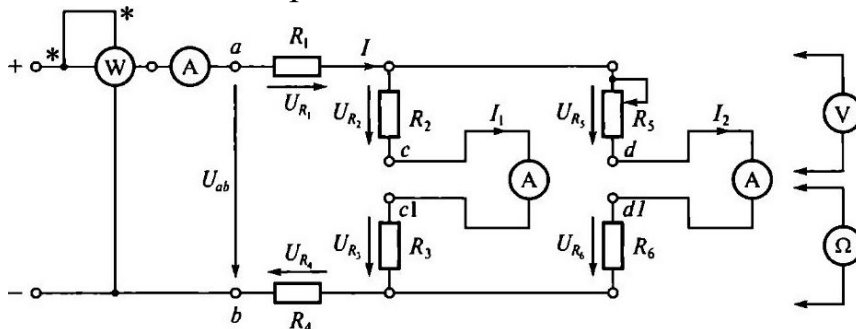

Рис. 3.1. Схема ЭЦ для проверки 1-го правила Кирхгофа
3.2. Записать в протоколе испытаний применительно к ЭЦ, показанной на рис. 3.1, выражения для закона Ома, 1-го и 2-го правил Кирхгофа, баланса мощностей.
3.5. Собрать ЭЦ в соответствии с рис. 3.1, установив вместо перемычек с-с1 и d-d1 миллиамперметры постоянного тока. После проверки схемы преподавателем подать в ЭЦ постоянное напряжение, установив его значение в пределах 10...20 В. Значение U_{ab} занести в табл. 3.1.
5.2. Записать в протоколе испытаний применительно к ЭЦ, показанной на рис. 3.1, выражения ш-ш закона Ома, 1-го и 2-го правил Кирхгофа, баланса мощностей.
5.3. В табл. 3.4 даны значения сопротивлений ЭЦ, приведенной на рис. 3.1. Напряжение питания U_{ab} задается преподавателем.